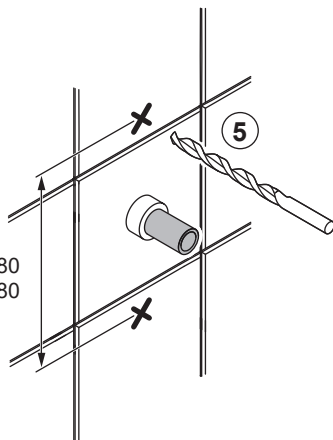

Fig. 1
Alla infästningar med skruv genom tätskikt ska tätas, se "Fig. 1" eller "Fig. 2". Material för tätning ska fästa mot underlaget och vara vattenbeständigt, mögelresistent och åldersbeständigt.
5. The screw mountings where the bath or shower will be installed should be of a sturdy design, for instance made of concrete, wooden studs, wooden nogging pieces or a design that has been tested and approved for mounting. If mountings are fitted with screws through the moisture barrier, the holes must be sealed. See "Fig. 1" or "Fig. 2". The sealant material must attach firmly to the underlying surface and be water-resistant, mould-resistant and non-ageing.
5. Skrueinnfestinger på steder for bad eller dusj skal gjøres i betong eller annen massiv konstruksjon, trebjelker, trestendere eller i konstruksjon som er testet og godkjent for innfesting. Alle innfestinger med skrue gjennom tettesjikt skal tettes, se "Fig. 1" eller "Fig. 2". Materialet for tetting skal feste mot underlaget og være vannbestandig, muggeresistent og aldersbestandig.
5. På badeværelser eller i brusekabiner skal skruerne fastgøres i beton eller anden massiv konstruktion, tværbjælker eller løsholter af træ eller i en konstruktion, som er testet og godkendt til fastgørelse. Alle skruerfastgørelser gennem membraner skal tætnes, se "Fig. 1" eller "Fig. 2". Materiale til tætning skal binde på underlaget og være vandbestandigt, mugresistent og ældningsbestandigt.